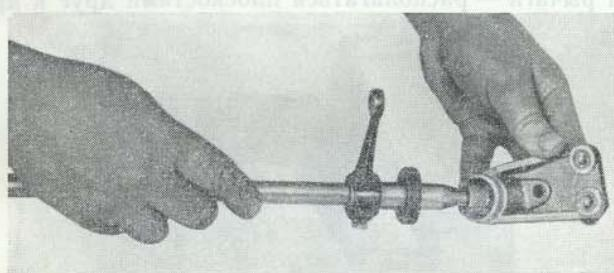

Рис. 129. Сборка опоры с валом и сухарями
2. Заложить графитную смазку в опору валов и вставить вал с сухарями в гнездо кронштейна (рис. 129).